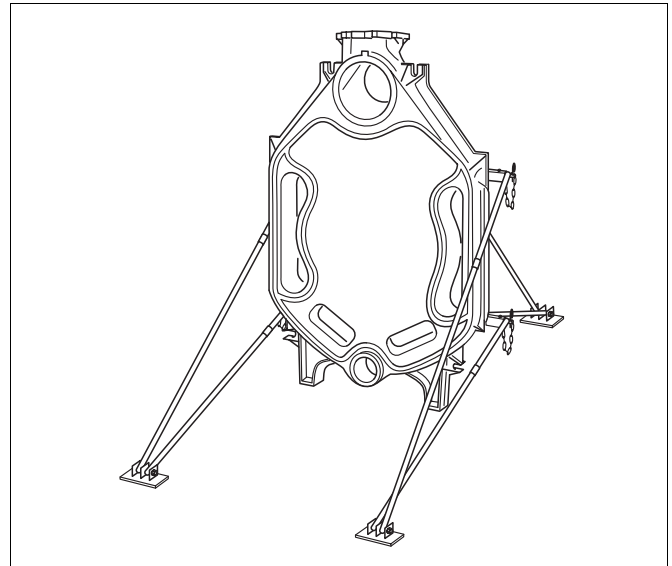
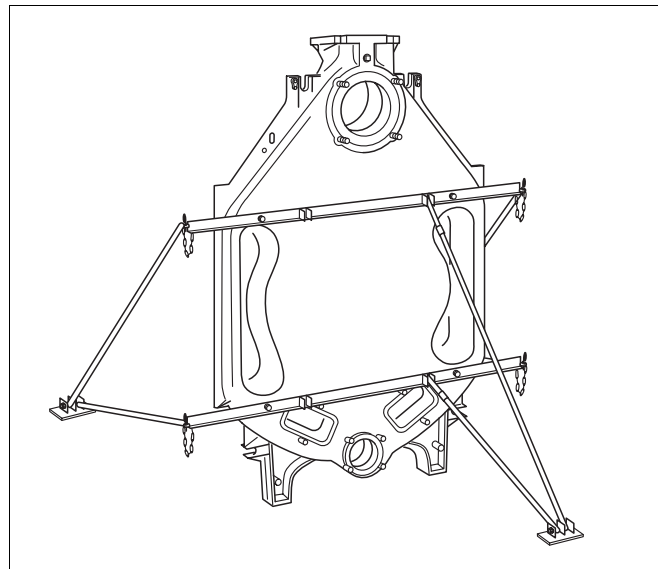

Abb. 9 Hinterglied mit montierter Montagehilfe
Abb. 11 Montagehilfe befestigen
- Hinterglied aufstellen und mithilfe der Montagehilfe gegen Umkippen sichern (siehe Abb. 11 und Abb. 9 sowie separate Montageanweisung für die Montagehilfe).